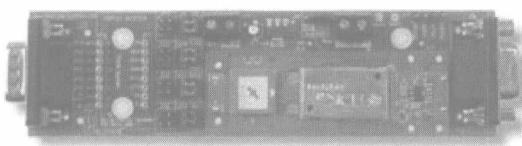

图 2.1-8 FlowCode 蓝牙接口板
(7) FlowCode 蓝牙接口板如图 2.1-8 所示。